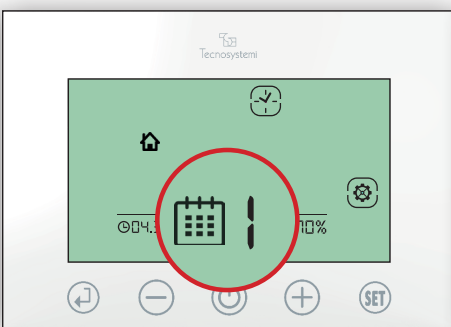

Fig.4
1.2 Premere il tasto (+) verificare il lampeggio del giorno settimanale: premere (+) o (-) per scegliere il giorno da programmare e confermare con (↩) (Fig.4)